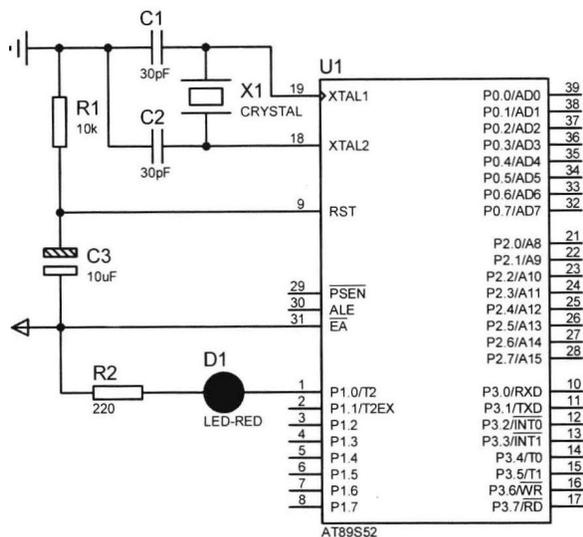
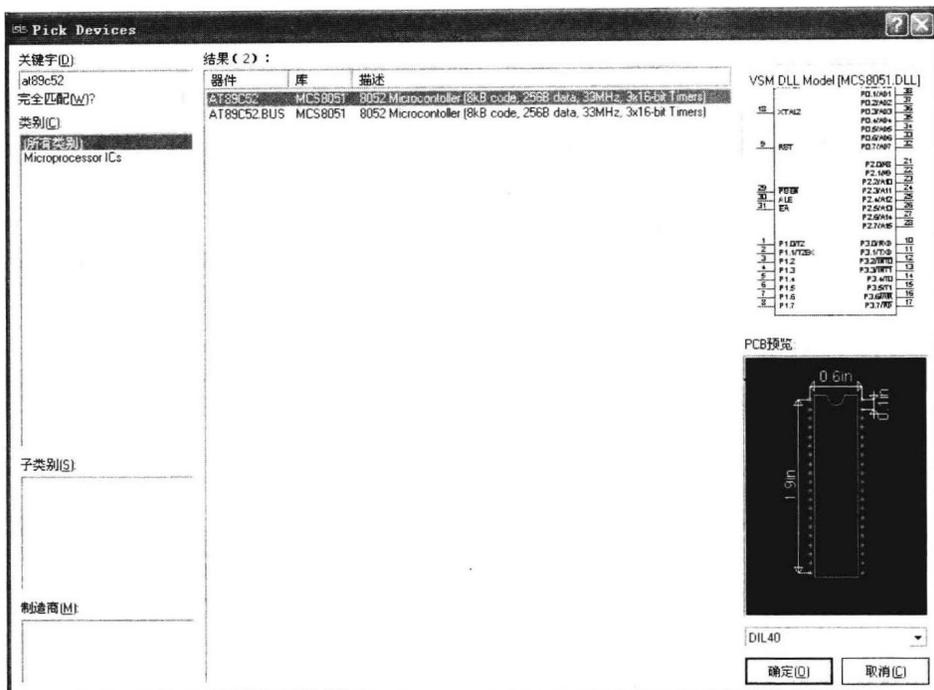

图 1-1 LED 点亮电路
图 1-4 Pick Devices 对话框
在本工作模块中，LED 的阳极通过  $220\Omega$  限流电阻后连接到 5V 电源上，限流电阻在这里起到了限流的作用，使通过 LED 的电流被限制在十几毫安左右。P1.0 引脚接 LED 的阴极，P1.0 引脚输出低电平时对应的 LED 点亮，输出高电平时对应的 LED 熄灭。LED 点亮电路设计如图 1-1 所示。
(2) 设置图纸尺寸。单击“系统”→“设置图纸大小”命令，在弹出的 Sheet Size Configuration 对话框中选择 A4 图纸尺寸或自定义尺寸后单击“确定”按钮。
(3) 设置网格。单击“查看”→“网格”命令，显示网格（再次单击，不显示网格）。单击“查看”→Snap xxth（或 Snap x.xin），可改变网格单位，默认为 Snap 0.1in。
(4) 保存设计文件。单击“文件”→“保存设计”命令，在弹出的“保存 ISIS 设计文件”对话框中指定文件夹，输入文件名“点亮一个 LED”，并选择保存类型为“设计文件 (\*.DSN)”单击“保存”按钮。
(5) 选取元器件。从 Proteus 元器件库中选取元器件 AT89C52（单片机），AT89S52 也可用 AT89C52 代替。单击模式选择工具栏的“元件”按钮，单击“器件选择”按钮，在弹出的 Pick Devices（选取元器件）对话框的“关键字”栏中输入元器件名称 AT89C52（也可以是分类、小类、属性值），与关键字匹配的元器件 AT89C52 显示在元器件列表（结果）中。双击选中的元器件 AT89C52，便将所选元器件 AT89C52 加入到对象选择器窗口，单击“确定”按钮完成元器件选取，如图 1-4 所示。
(6) 用同样方法选取其他元器件。从 Proteus 元器件库中选取元器件 CRYSTAL（晶振）、CAP（电容）、CAP-ELEC（电解电容）、RES（电阻）、LED-RED（红色发光二极管）。
(7) 放置元器件。单击对象选择器窗口的元器件 AT89C52，元器件名 AT89C52 变为蓝底白字，预览窗口显示 AT89C52 元器件；单击方向工具栏按钮可实现元器件的左旋、右旋、水平和垂直翻转，以调整元器件的摆放方向；将鼠标指针移到编辑区某一位置，单击一次就可放置元器件 AT89C52。用同样方法放置其他元器件。按图 1-1 所示放置元器件。
(8) 编辑元器件。单击模式选择工具栏“编辑”按钮，进入编辑状态。右击（或单击）元器件，该元器件变为红色表明被选中，鼠标指针放到被选中的元器件上，按住左键拖动，将鼠标移到编辑区某一位置松开，即完成元器件的移动。鼠标指针放到被选中的元器件上右击，单击弹出的快捷菜单中的方向工具栏按钮可实现元器件的旋转和翻转。右击被选中的元器件，可删除该元器件。在被选中的元器件外单击，可撤销选中。按图 1-1 所示编辑元器件。
(9) 放置终端。单击模式选择工具栏“终端”按钮, 单击对象选择器窗口的电源终端 POWER, 该终端名背景变为蓝色, 预览窗口显示该终端; 单击方向工具栏“左旋转”按钮, 电源终端逆时针旋转 90°; 将鼠标指针移到编辑区某一位置, 单击一次就可放置一个终端。用同样方法放置接地终端 GROUND。
(10) 连线。单击命令工具栏“实时 Snap(捕捉)”按钮, 实时捕捉有效(再次单击, 实时捕捉无效), 当鼠标指针接近引脚末端时, 该处会自动出现一个小方框“□”, 表明可以自动连接到该点。按图 1-1 所示单击要连线的元器件起点和终点, 完成连线。